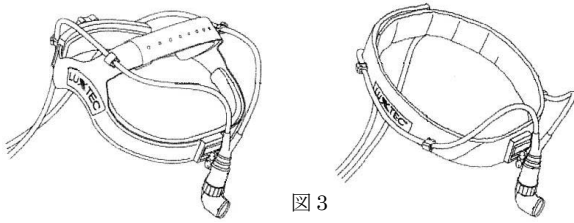

図 3
- 2) ヘッドバンドの両サイド及び後頭部のクリップにてファイバーケーブルを留める。(図 3)